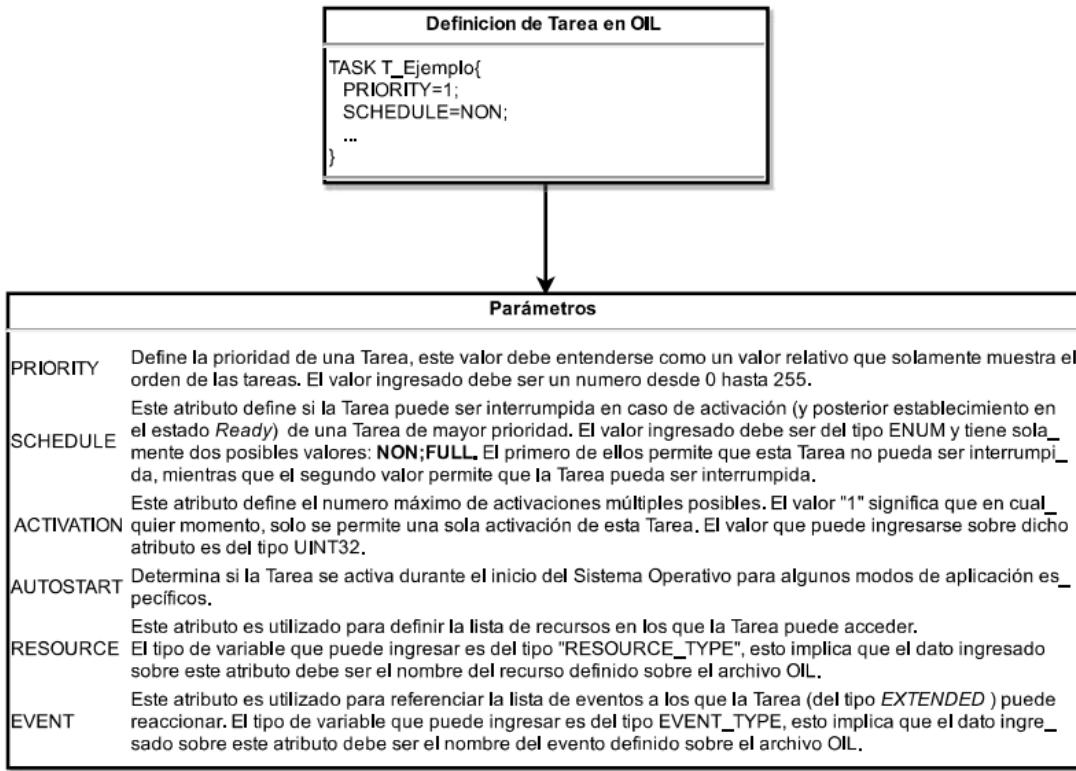

Figura 48: Definición de Tarea sobre archivo de configuración
- **Paso 5:** A continuación se define una Tarea que efectua la configuración inicial de la placa, y de los puertos GPIO utilizados para el Display 7 Segmentos. La instrucción que permite la definición de una Tarea sobre el archivo de configuración OIL es *TASK*, la Figura 48 ilustra el proceso llevado a cabo para dicho proceso.
- **Paso 6:** La tarea que se desea definir en primer lugar, necesita activarse en el momento de inicio del programa. Teniendo en cuenta los atributos explicados sobre la figura 48 ,se determina que *AUTOSTART* adquiera el valor *TRUE*. Dado que no se prevee que dicha Tarea vuelva a ejecutarse durante el desarrollo del programa, se asigna una prioridad baja y su tipo designado es *BASIC*. La Figura 49 ilustra la definición de dicha Tarea.